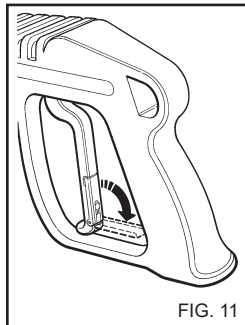

FIG. 11
- Cuando no utilice la hidrolimpiadora, cierre el dispositivo de seguridad de la empuñadura. (fig. 11)